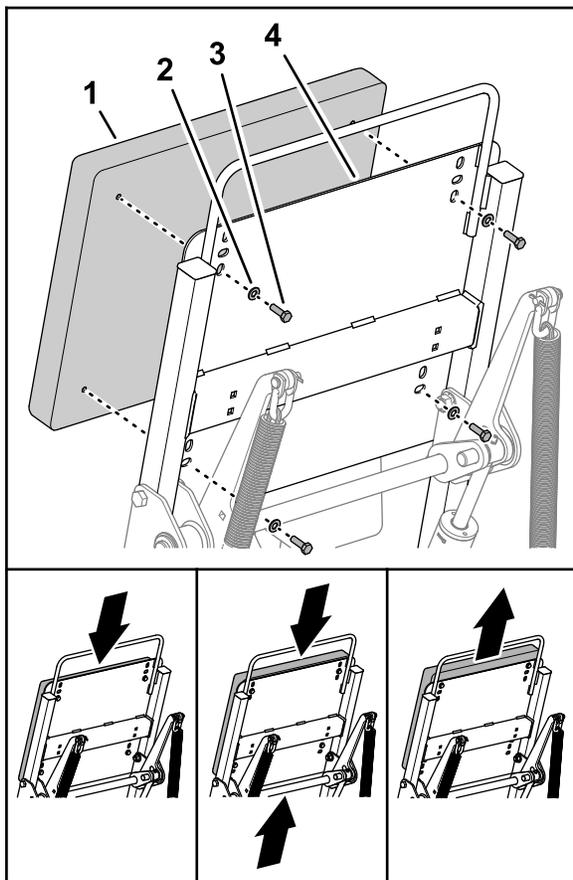

図 25
1. バックレストパッドを取り付けプレートに固定しているボルト4本とワッシャ4枚を外す **図 25**。